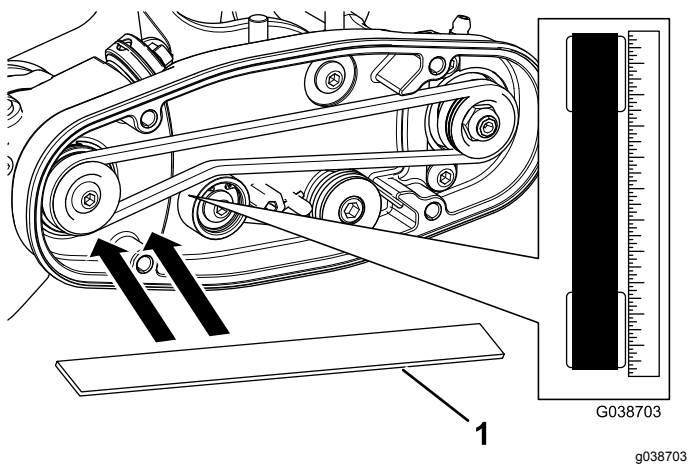

Рисунок 23
1. Установите проверочную линейку на наружную поверхность ведущего шкива (Рисунок 23).